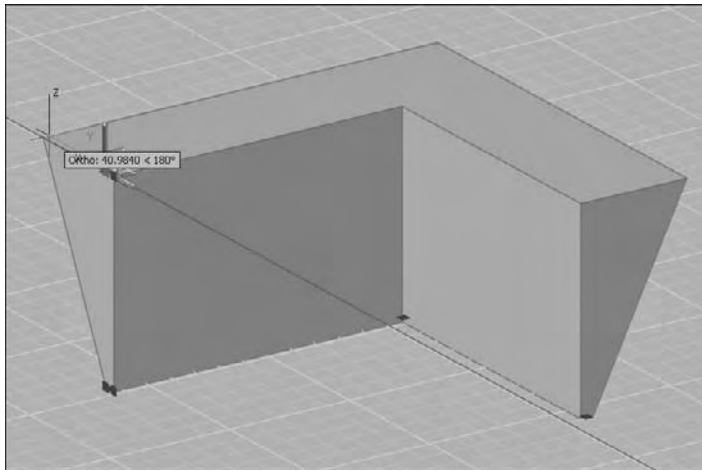

Fig.7.3
- **Polysolides** : vous pouvez utiliser les poignées disponibles pour modifier la forme et la taille des polysolides, y compris leur profil (fig.7.3). Les poignées peuvent être déplacées dans le plan XY du solide. Le profil d'un polysolide est toujours angulaire (rectangulaire par défaut).